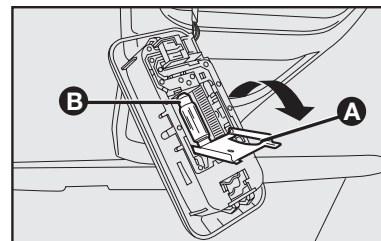

fig. 44
2) abra la tapa **A-fig. 44** en el sentido indicado pela flecha;
3) saque la lámpara **B-fig. 44** y sustitúyala;